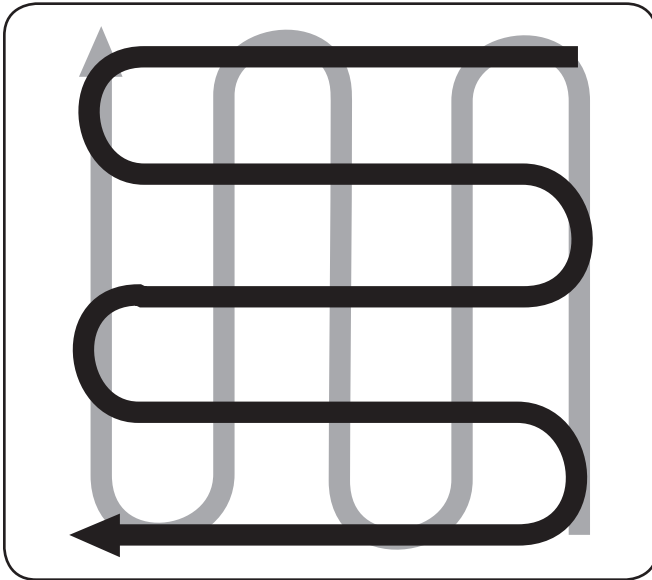

Figura 5-6
- Cuando termine en una dirección, realice una segunda pasada en ángulo recto, según se muestra en la Figura 5-6. Traslape cada pasada para obtener mejores resultados (en terreno muy duro, puede ser necesario realizar tres o cuatro pasadas para pulverizar el suelo a fondo).